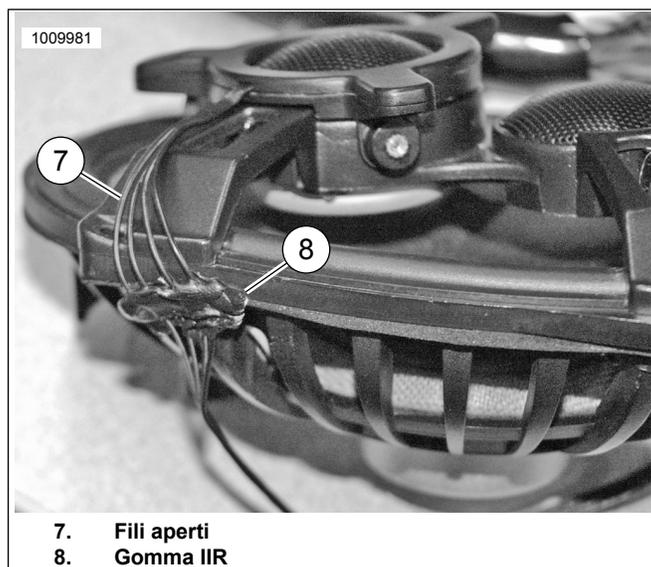

Figura 6.
12. Disporre il cavo (4) lungo la gamba del ponticello del tweeter. Usando il nastro del kit (5), tagliarne una quantità sufficiente per fissare il cavo sul retro del ponticello del tweeter. Individuare l'area vicino al dispositivo di illuminazione dove i fili sono separati individualmente. Vedere la figura 6. Verificare che l'area di divisione dei fili (7) si trovi sulla guarnizione dell'altoparlante. Collocare una piccola quantità (una punta) di striscia di gomma IIR (8) fili aperti nell'area della guarnizione. Fissare il cavo al retro dell'altoparlante con una fascetta fermacavi.